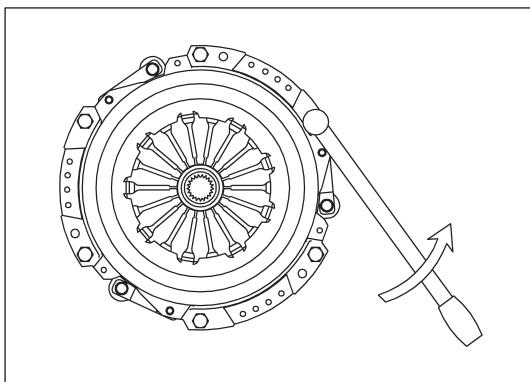
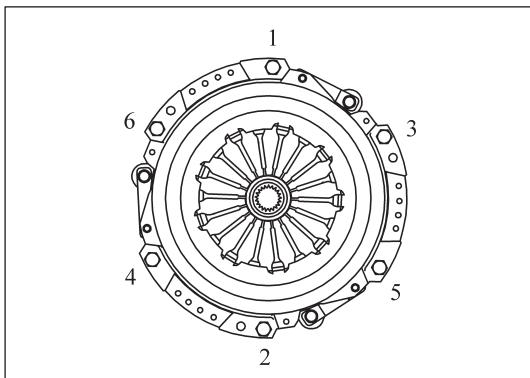
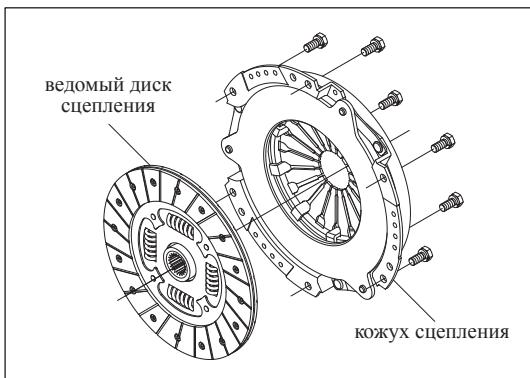

Рис. 14-1-2. Снятие сцепления
Рис. 14-1-3. Очередность снятия болтов крепления сцепления
Рис. 14-1-4. Снятие кожуха и ведомого диска сцепления
- (1) Зафиксировать коленчатый вал подходящим приспособлением, чтобы предотвратить его проворачивание, затем поочередно снять 6 болтов с пружинными шайбами (M8×18) крепления кожуха сцепления, см. Рис. 14-1-2 и Рис. 14-1-3.
(2) Снять кожух сцепления.
(3) Снять ведомый диск сцепления, как изображено на Рис. 14-1-4.